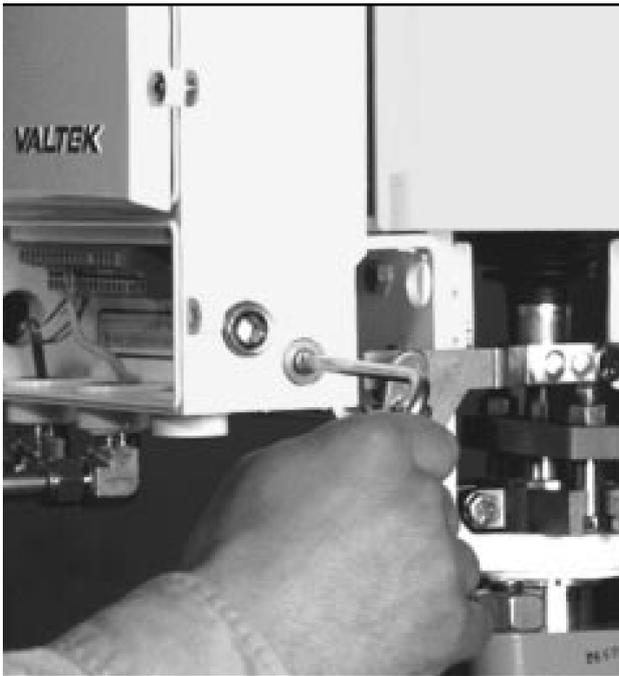

Fig. 9 : Outil pour l'axe de rétroaction
8. Visser l'outil spécial (fourni avec le kit de remplacement) sur l'axe de rétroaction et pousser l'axe hors du palier (voir fig. 9).